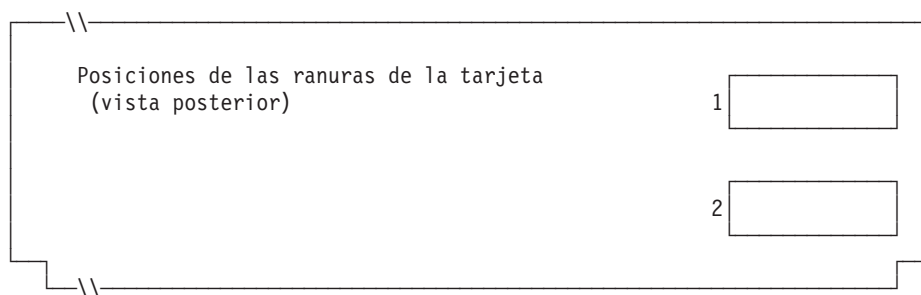

Figura 80. Parte posterior del Terminal de Punto de Venta IBM 4693-4x1
4. En la Figura 80 marque con una X cada ranura de tarjeta que tenga instalado un Adaptador Asíncrono Dual **para que lo utilicen las aplicaciones de terminal**. No ponga ninguna X si la tarjeta va a ser utilizada por aplicaciones distintas a las de terminal.